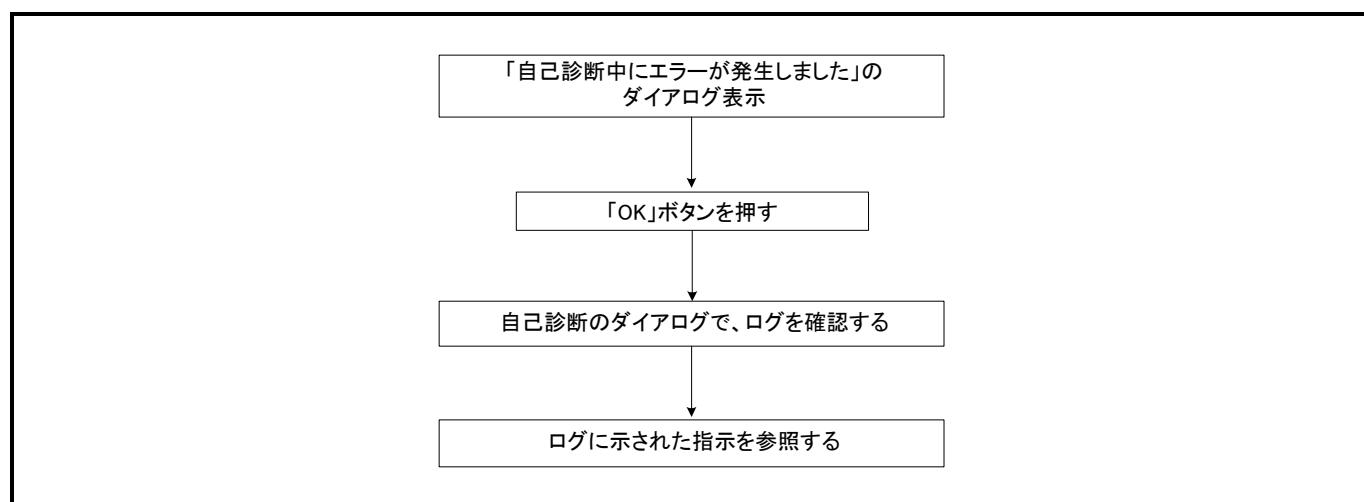

図6.2 自己診断エラー時の確認フロー
- ① E100エミュレータ本体とMCU Unitの接続を再度ご確認ください。
- ② 正しいファームウェアを再度ダウンロードしてください。
- ③ デバッガソフトの自己診断エラー時のログを確認いただき、ログに示された指示をご参照ください。（図6.2 参照）